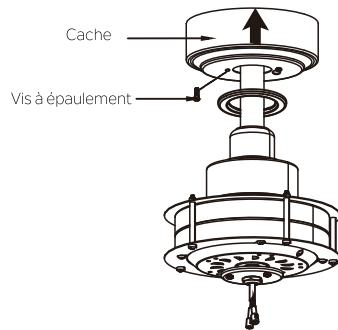

Fig. 15
Étape 2. Assemblez le cache en faisant tourner la clavette dans le cache sur la vis à épaulement dans le support de montage. Réinstallez la vis à épaulement qui a été enlevée précédemment et resserrez bien ensuite les deux vis à épaulement.(Fig.15)